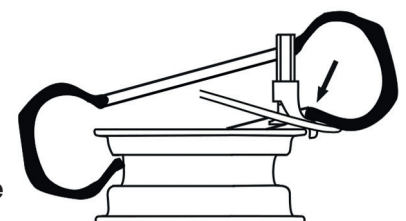

Bild 20
- Heben Sie das Rad an und lösen Sie den unteren Rand des Rades (Bild 20).